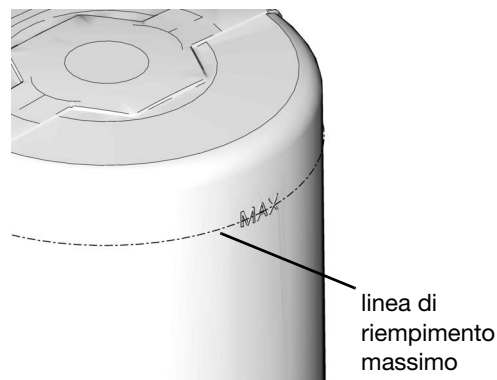

FIG. 14
- Non riempire eccessivamente (FIG. 14).